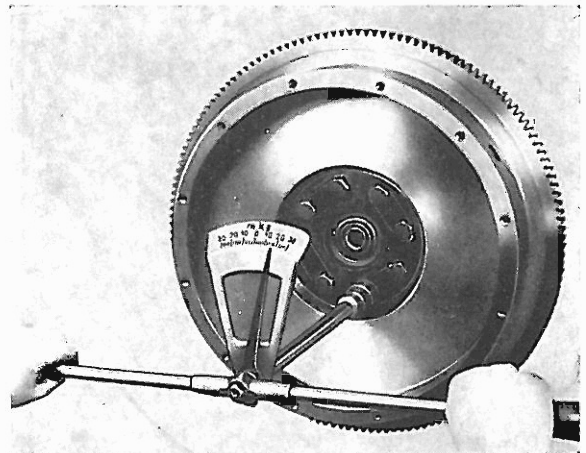

Bild 03—5
- 3 Befestigungsschrauben mit dem Drehmomentschlüssel Swkzg. 000 589 62 09 00 anziehen. Siehe Bild 03—5. (Anziehdrehmoment siehe Tabelle 00—0.)